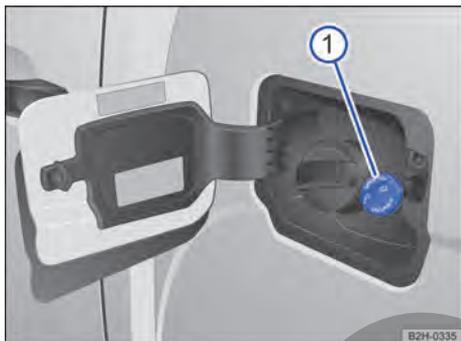
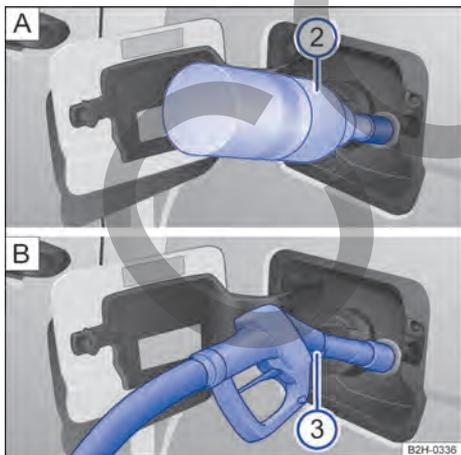

Fig. 135 Detrás de la tapa del tanque de combustible: tapón del depósito de AdBlue.
Fig. 136 Detrás de la tapa del tanque de combustible: cargar AdBlue con **A** una botella de recarga o **B** la pistola de un surtidor.
Leyenda de la **Fig. 135** y **Fig. 136**:
La boca de llenado de AdBlue® se encuentra detrás de la tapa del tanque de combustible, junto a la boca de llenado de este → **Fig. 135**.
- Coloque la botella en la boca de llenado de AdBlue® y enrósquela fijamente con la mano → **Fig. 136 A**.
- Para garantizar una carga óptima, mantenga hacia abajo el asidero de la pistola del surtidor de AdBlue® → Fig. 136 B.
- El depósito de AdBlue® está lleno cuando la pistola del surtidor corta el suministro por primera vez → ①.